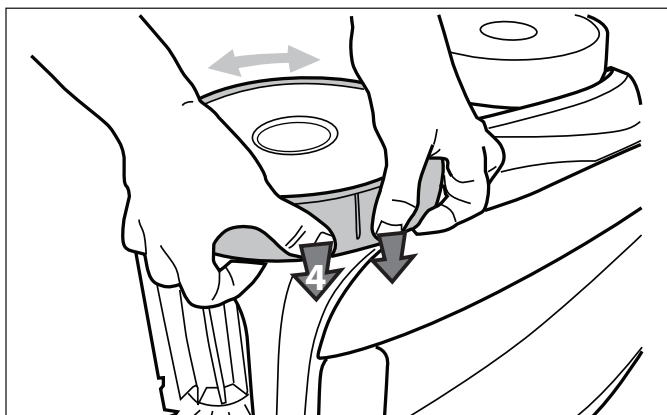

Figura 37. Empuje el neumático dentro de la rueda
6. Empuje y coloque la costilla de la parte interior del neumático en la ranura de la rueda. Vea Figura 37. Si es necesario, gire el volante con suavidad para ayudar con la instalación.